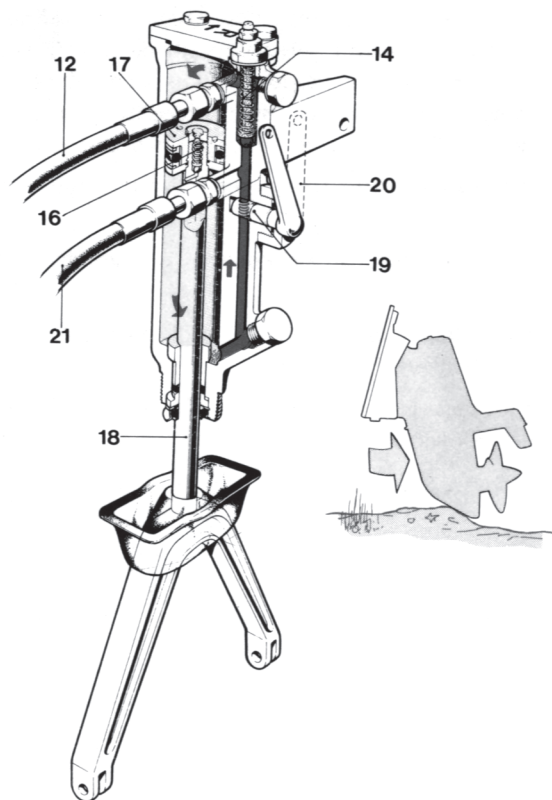

Fig. 14. Lyftcylindern, påkörningsventilen öppnar vid påkörning av grund med drevet
1. Vid eventuell påkörning måste oljan som befinner sig under kolven i lyftcylindern snabbt evakueras. För undvikande av överbelastning i systemet öppnar då säkerhetsventilen (14) i lyftcylinderns hus fig. 14.
2. Sedan säkerhetsventilen (14) (påkörningsventilen) öppnat rusar oljan genom denna och upp till kolvens ovansida. På grund av tryckstångens volym under kolven blir det en volymskillnad ovan och under kolv. Detta innebär då drevet slår upp p.g.a. påkörning att ett undertryck uppstår ovan kolven vilket medför att drevet sedan det passerat grundet går ner delvis. Drevet får sedan köras ned sista biten.